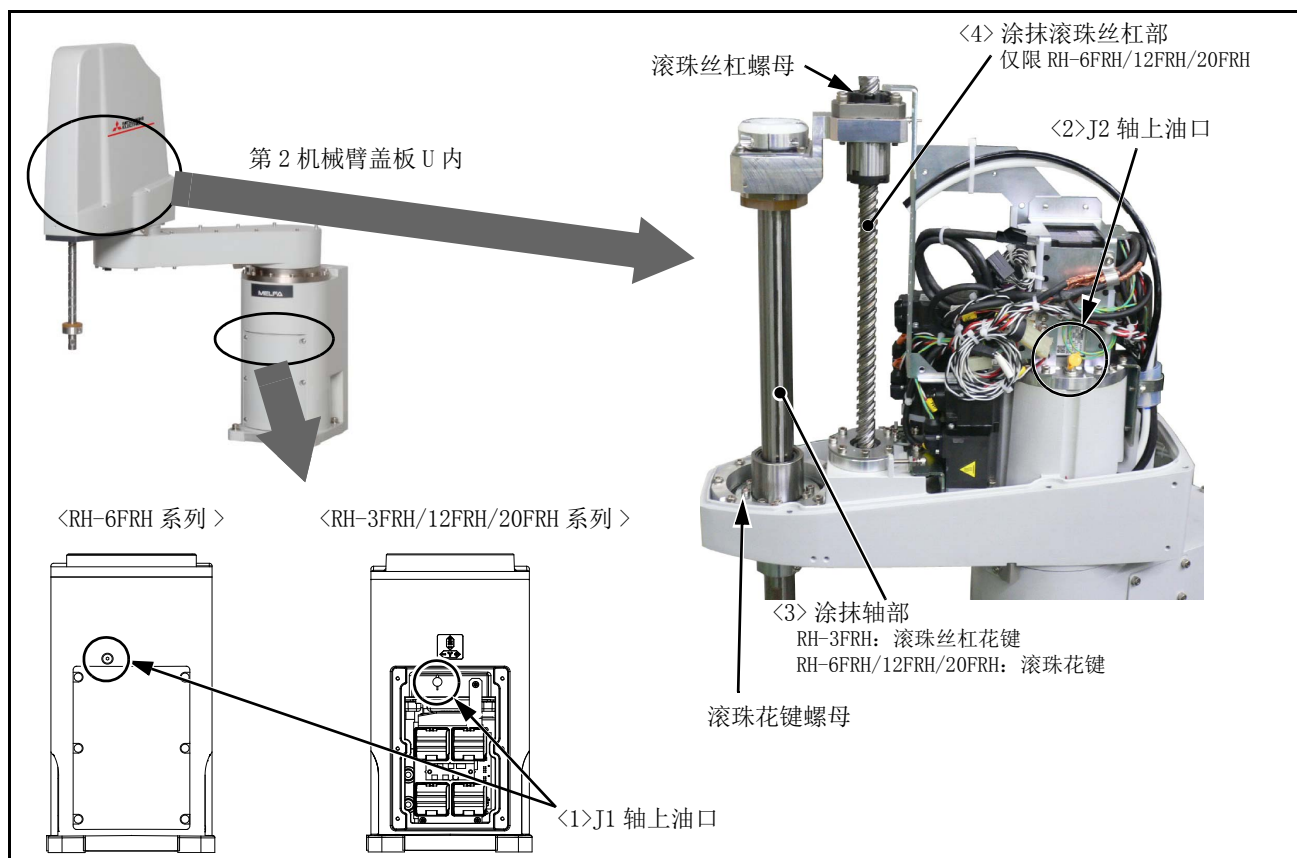

图 5-23: 上油位置 (RH-3FRH/6FRH/12FRH/20FRH 系列)
- 表 5-10 的编号与图 5-23 的供应位置的编号相对应。